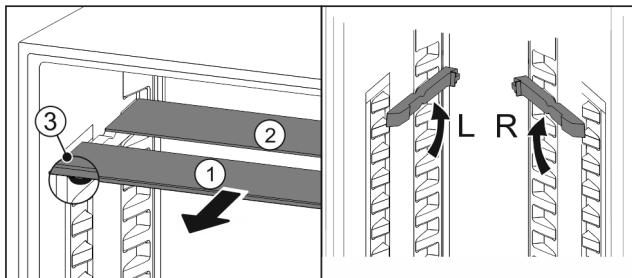

Fig. 20
- ▶ Издърпайте Fig. 20 (1) поотделно стъклените плохи напред.
- ▷ Стъклената плоча Fig. 20 (1) с декоративната лайстна е отпред.
- ▷ Ограничителите Fig. 20 (3) сочат надолу.